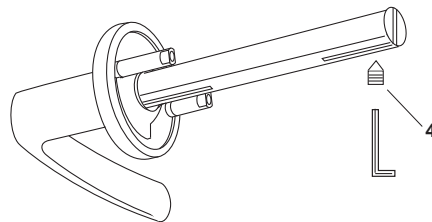

Рис.8
3. Закрепите на квадрате ручки винтом 4, паз под винт фиксации должен быть напротив отверстия в ручке (Рис.8).